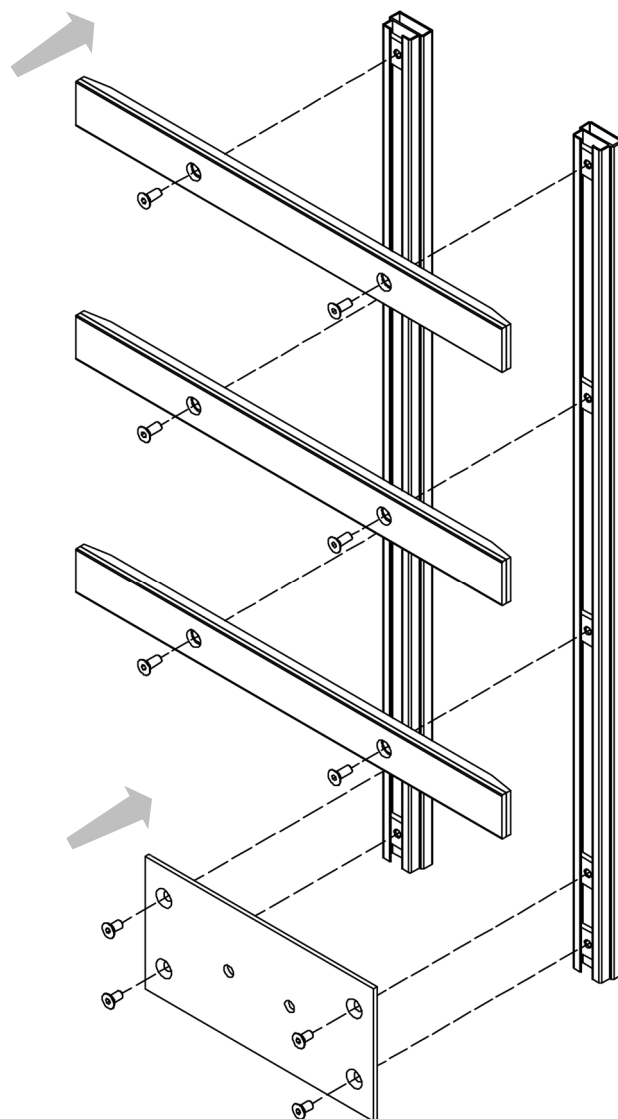

Figura 41
4. Tomar como referencia la *Figura 41*.